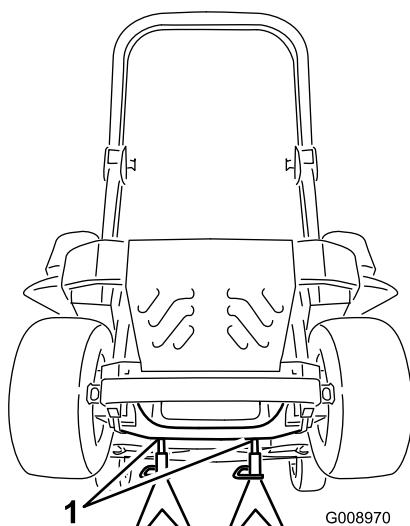

Figura 95
- Sollevate la macchina e sostenetela su cavalletti (Figura 95).
- Rimuovete i cavalletti metallici e abbassate la macchina (Figura 95).